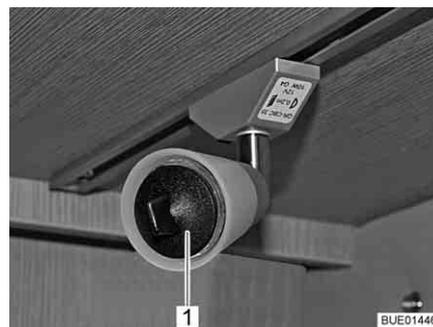

Fig. 239 Ventosa per la sostituzione delle lampade
- ▷ È fornita in dotazione una ventosa (Fig. 239,1) come ausilio per la sostituzione delle lampade.